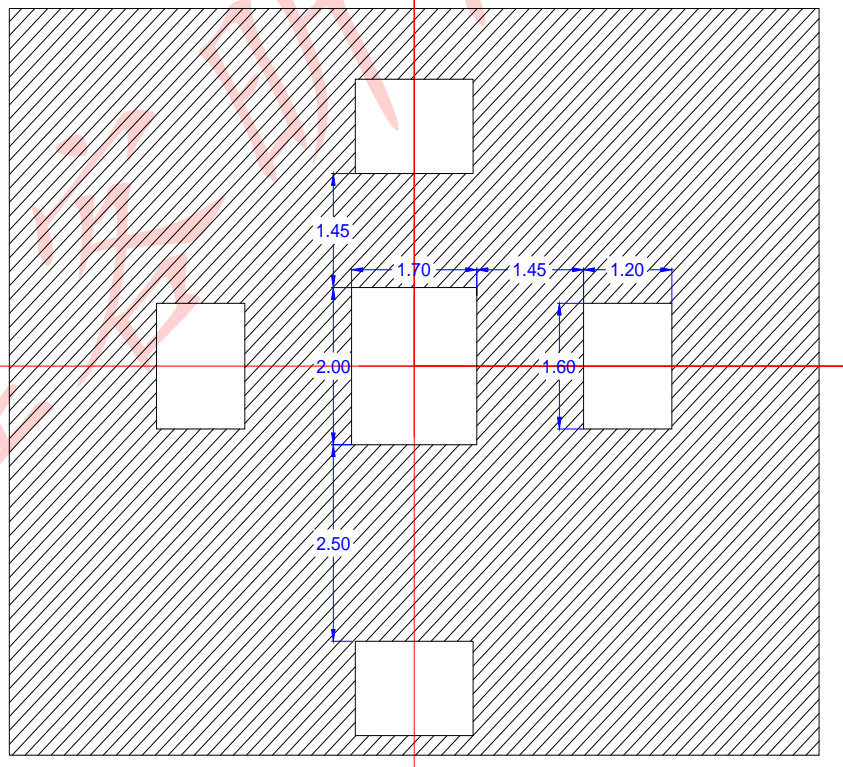

图 7 LED 布局（一）对应丝印开窗尺寸
- 2、图 7、9 丝印外部为不界定边框，要求内部开窗与上图一致；